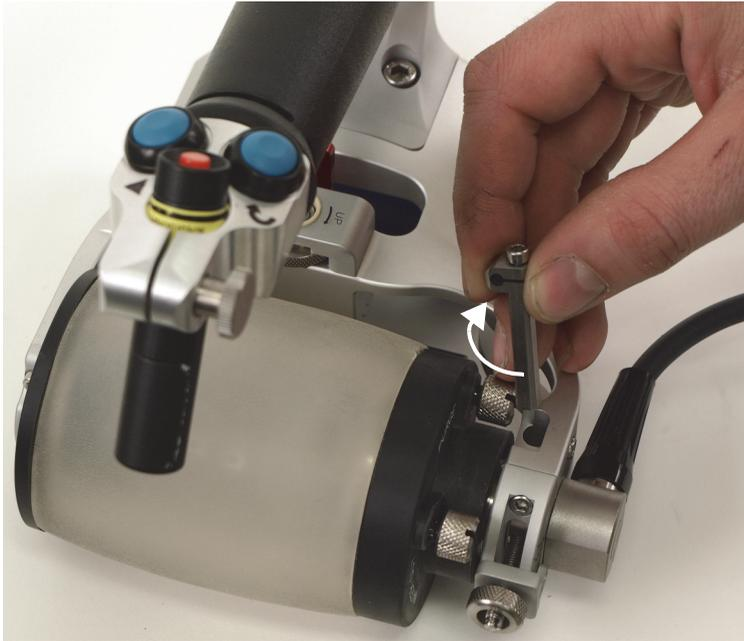

Abbildung 6-40 Entnehmen und Drehen um 90° der Zweithalterung des Weggebers
9. Entnehmen Sie die Zweithalterung des Weggebers der Aufnahme (Abbildung 6-40 auf Seite 120) [bei nicht XL-Modellen].